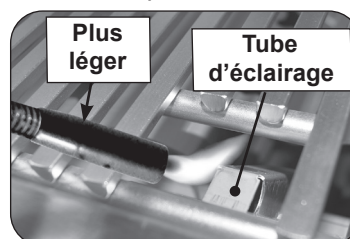

Fig. 30-2 Éclairage manuel via un tube d'éclairage
**ATTENTION:** Attendez toujours cinq (5) minutes le gaz pour se dégager après que n'importe quelle tentative non réussie d'éclairage.
2. Passez un allumeur brûlant de butane de long-baril ou une allumette brûlante de long-tige dans la grille à cuire s'ouvrant au dessus du tube d'éclairage. (Fig. 30-2). Pour les brûleurs arrière, les brûleurs à haute puissance ou les brûleurs infrarouges, maintenez la flamme contre la surface du brûleur arrière/du brûleur à haute puissance/du brûleur infrarouge.